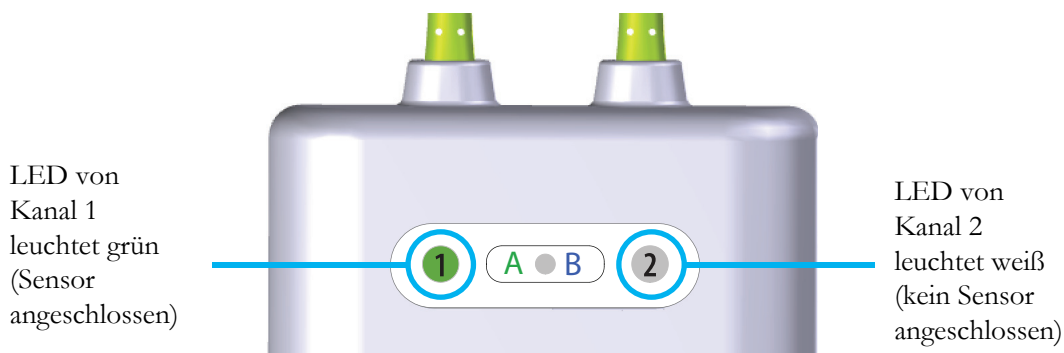

Abbildung 12-14 Anschließen eines Sensors an das Vorverstärkercabel
- 6 Vergewissern Sie sich, dass die Farbe der Status-LED der Kanalanzeige am ForeSight Elite Moduls (FSM) von weiß zu grün wechselt, sobald der Sensor angeschlossen wurde. Siehe Abbildung 12-14.